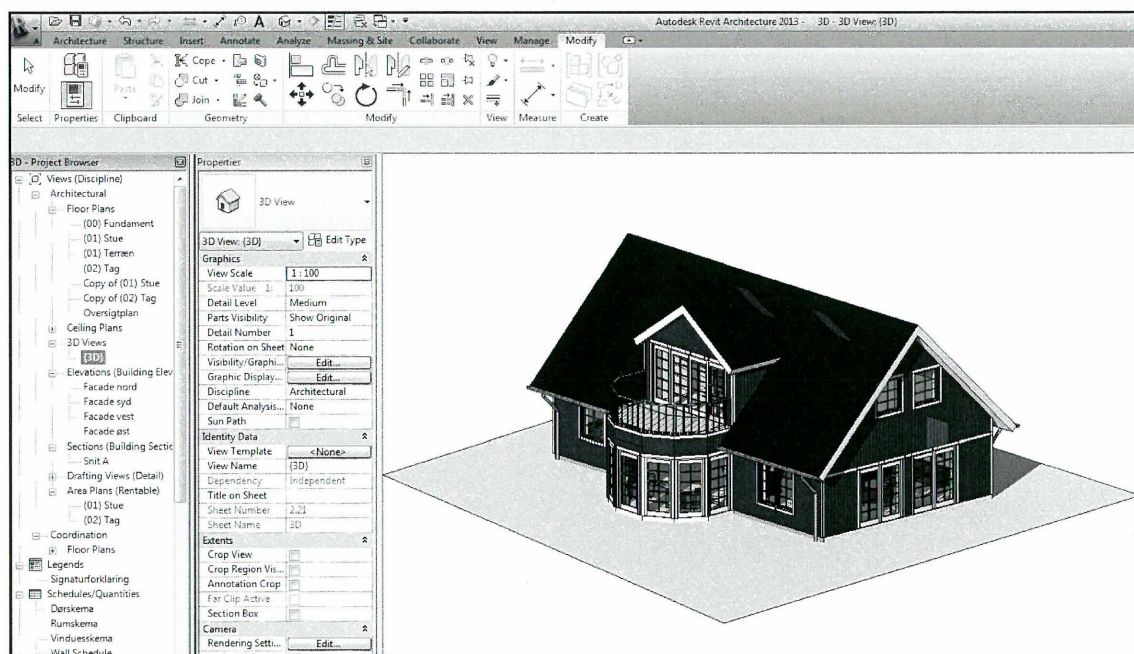

Fig. 15.02. 3D af huset med den vinkel du gerne vil have for eksplosionen.
- Stå i 3D i *Project Browseren* (Fig. 15.02).
- Roter huset, så du har en passende vinkel (Fig. 15.02).